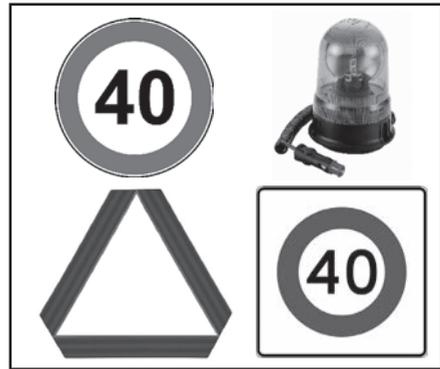

Abb. 2.23
- Sicherstellen, dass der Traktor und die eventuell vorhandenen Anbaugeräte mit den Hinweissymbolen für langsame Fahrzeuge oder mit einer Rundumleuchte ausgestattet sind, wenn dies vom Gesetz vorgeschrieben ist (Abb. 2.23).